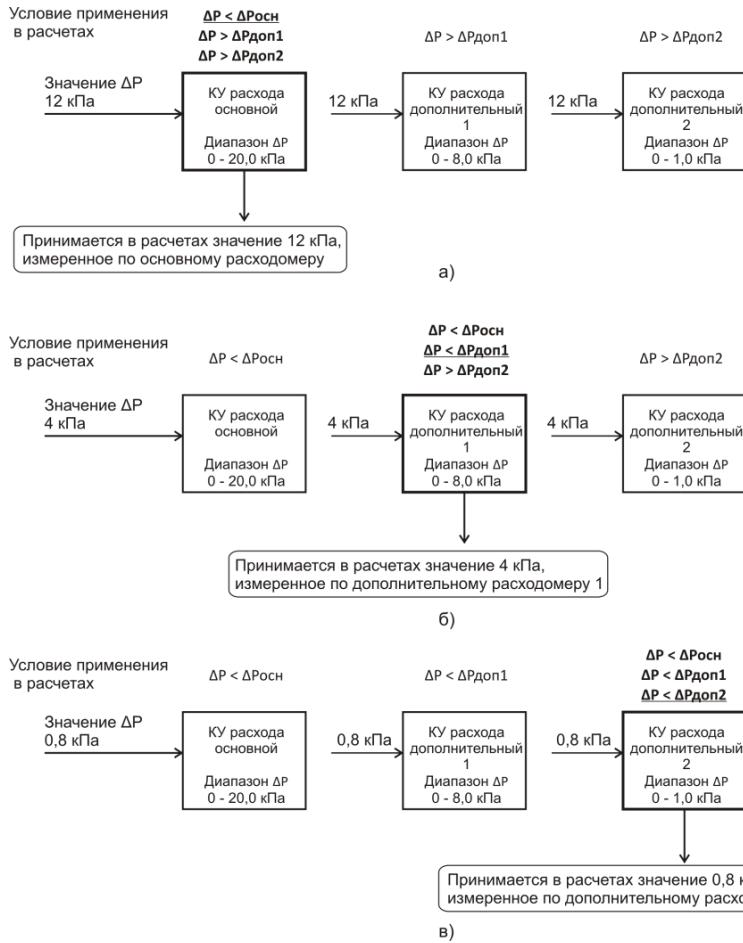

Рисунок 2.10 – Применение значения расхода в расчетах
1) Если значение расхода находится в рабочем диапазоне только основного расходомера  $\Delta P_{осн}$  и превышает диапазоны  $\Delta P_{доп1}$  и  $\Delta P_{доп2}$  – в расчете используется значение расхода, измеренное по основному расходомеру (см. рисунок 2.10 а);
2) Если значение расхода находится в рабочем диапазоне  $\Delta P_{осн}$  и  $\Delta P_{доп1}$  и превышает диапазон  $\Delta P_{доп2}$  – в расчете используется значение расхода, измеренное по первому дополнительному расходомеру (см. рисунок 2.10 б);
3) Если значение расхода находится в рабочем диапазоне  $\Delta P_{осн}$ ,  $\Delta P_{доп1}$  и  $\Delta P_{доп2}$  – в расчете используется значение расхода, измеренное по второму дополнительному расходомеру (см. рисунок 2.10 в).